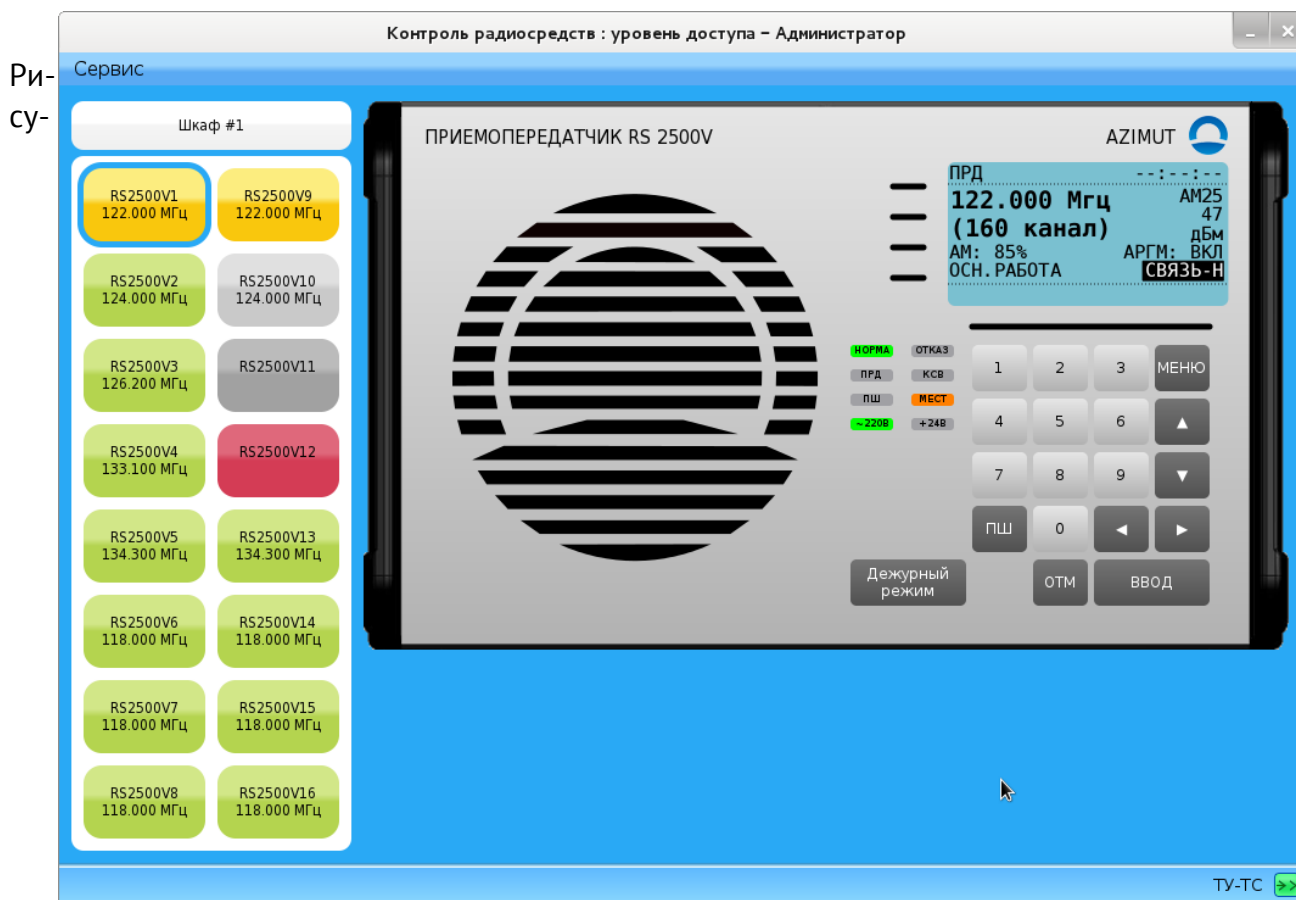

Рисунок 4
Для включения программ управления составных частей изделия, необходимо нажать на кнопку с соответствующим наименованием (см. рисунок 4).
2.2.1 Для включения программы управления приемопередатчиком RS 2500V, радиопередатчиком TX 2500V, радиоприемником RX 2000V, радиостанцией RS 2500W, радиопередатчиком TX 2500W, радиоприемником RX 2000W (далее по тексту – радиосредство) необходимо нажать кнопку "Радиосредства" в главном "окне" изделия (см. рисунок 4).
2.4.1 Для включения программы контроля состояния источника бесперебойного питания необходимо нажать кнопку "ИБП" в главном "окне" изделия (см. рисунок 4).